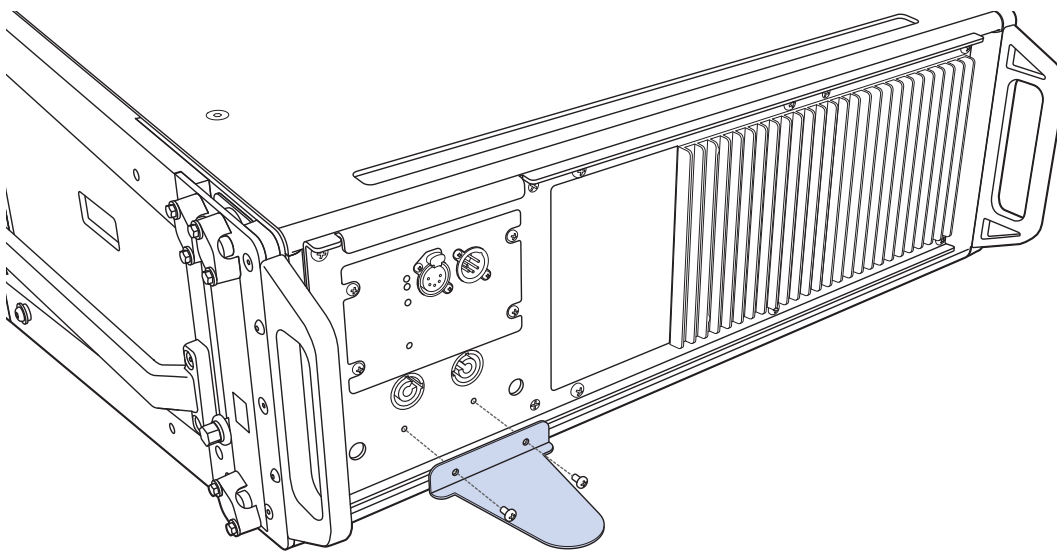

図27: LEOPARDスピーカーのユーザーパネルへのレインフードバッフルの取り付け
4. 付属の2個のネジを使って、図27の方向にバッフルを取り付けます。両ネジの推奨されるトルク値は、10~12 in-lbs (1.1~1.4 N·m) です。